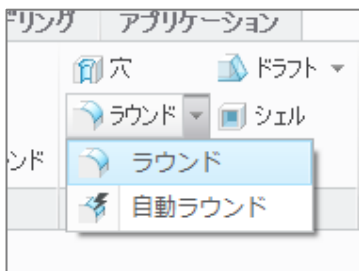
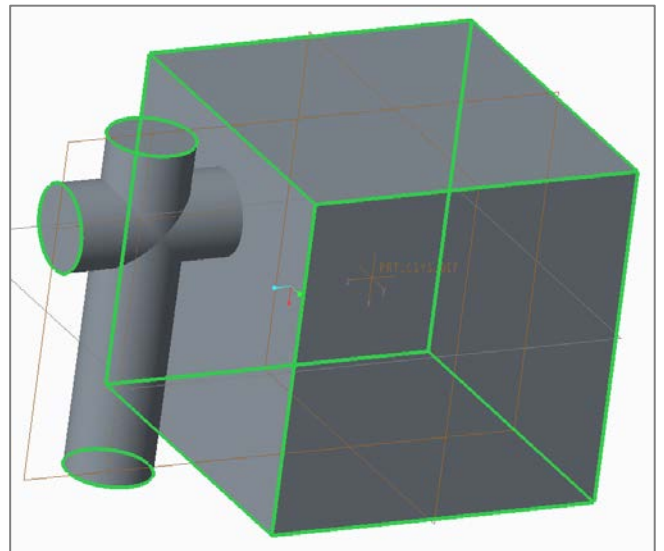

Fig.20 ラウンドツール
Fig.21 各辺の選択
17. 押し出し終了後、Fig.20に示すラウンドツールを選択し、Fig.21のように各辺を選択する。